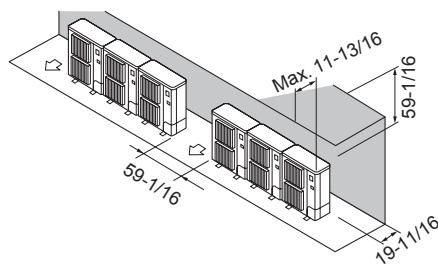

Fig. 3-12
- ① Obstacles uniquement à l'arrière (Fig. 3-12)
- ② Obstacles uniquement à l'arrière et au-dessus (Fig. 3-12)